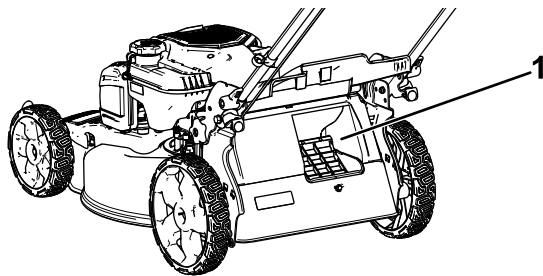

Figure 17
**Important:** Pour que le ramassage s'effectue correctement, coupez le moteur, attendez l'arrêt de toutes les pièces mobiles et enlevez les déchets d'herbe ou autres qui se trouvent sur le volet de ramassage sur demande et l'ouverture (Figure 17) avant de changer la position du levier de ramassage sur demande.